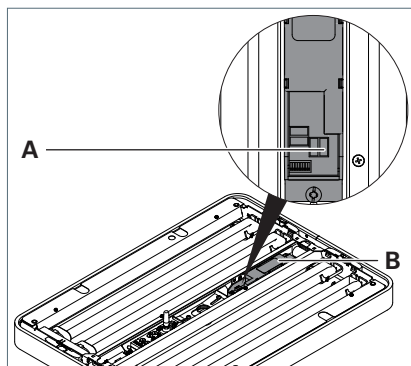

Fig. 8: Interface pour les luminaires gradables et pour les luminaires équipés d'un capteur HFMD.
- ▶ Pour les luminaires équipés d'un **capteur HFMD** : connectez l'autre extrémité du câble de connexion à l'interface **A** « R/TxD0 » située sur la commande du luminaire **B** dans la tête du luminaire, voir Fig. 8.
- ▶ Pour les luminaires **gradables** : raccordez l'autre extrémité du câble de connexion à l'interface **A** « R/TxD0 » située sur la commande du luminaire **B** dans la tête du luminaire, voir Fig. 8.